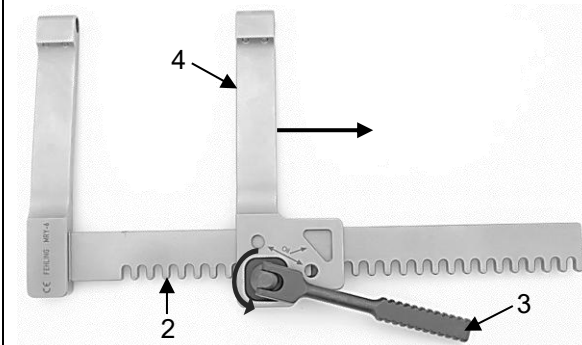

Fig. 18
Girando la palanca de accionamiento (3) en sentido antihorario, transporte el brazo móvil del separador (4) hacia el exterior sobre la barra dentada (2) hasta que pueda retirarse (fig. 18).